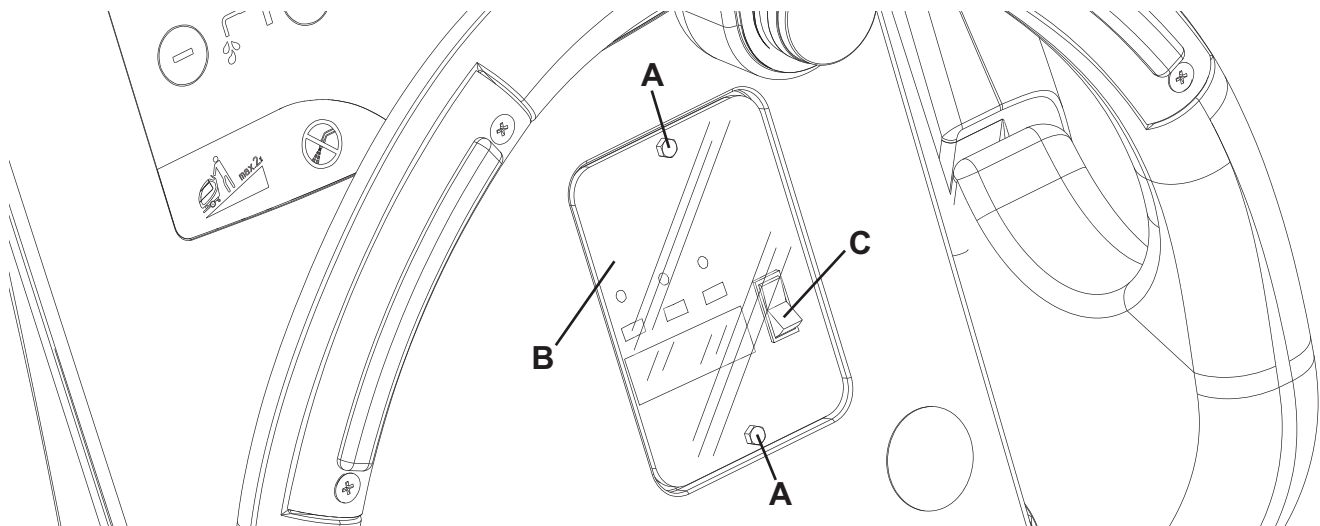

Abbildung 1
- Die Schrauben (A, Abb. 1) des Ladegerätsichtfensters entfernen.
- Das Sichtfenster (B) entfernen.
- Den Wählschalter (C) auf WET für Bleibatterien oder auf GEL für Gelbatterien stellen.
- Das Sichtfenster (B) installieren und die Schrauben (A) anziehen.